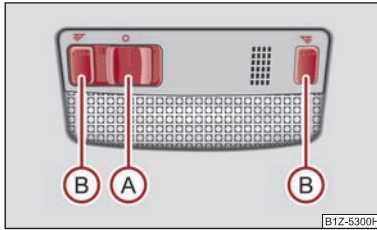

Fig. 44 Imagine din plafon: Iluminarea interiorului față și spate
- Dacă apăsați întrerupătorul (A) spre stânga, apare simbolul ☞ ⇒ fig. 44.